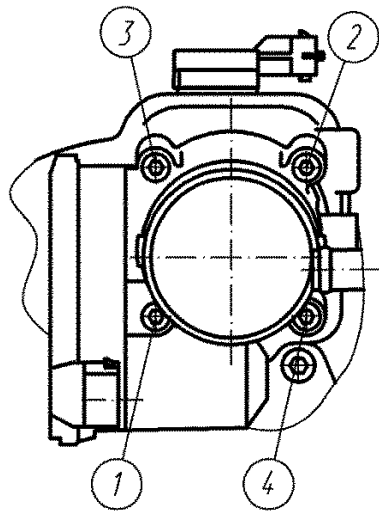

Рисунок 95. Последовательность затяжки винтов крепления дросселя
9. Установить и закрепить к ресиверу дроссель с прокладкой. Винты крепления затягивать в последовательности, указанной на рис.95.